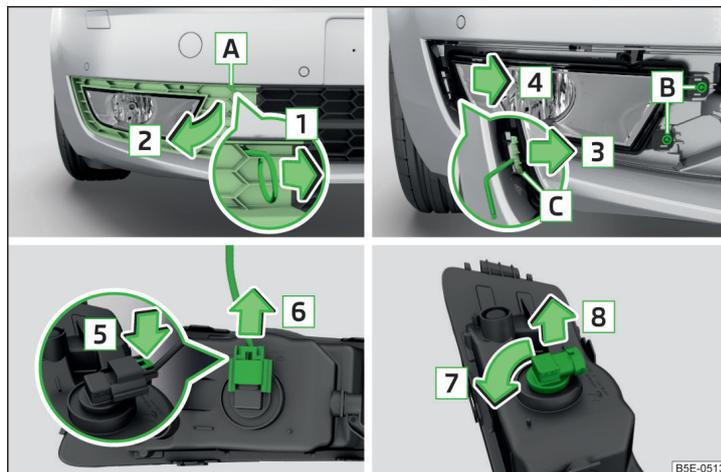

Abb. 240 Nebelscheinwerfer ausbauen / Glühlampe wechseln - Variante 1
- › In die Öffnung **A** » Abb. 240 den Bügel zum Abziehen der Radvollblenden » Seite 217, Bordwerkzeug einführen.
- › Den Nebelscheinwerfer entgegen der Pfeilrichtung **4** » Abb. 240 einsetzen und festschrauben.